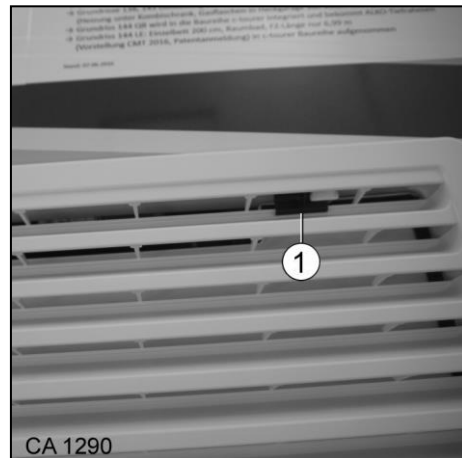

Fig. 124 Grille de ventilation du frigo variante 1
1. Avec les doigts, glisser les deux verrous (Fig. 124/1) vers l'intérieur.
3. Glisser les deux verrous (Fig. 124/1) vers l'extérieur.